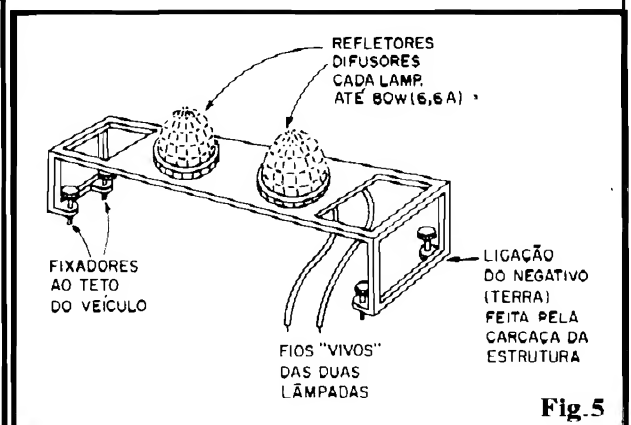

Fig. 5
- FIG. 5 - DETALHES (E/OU SUGESTÕES...) SOBRE A ESTRUTURA EXTERNA DO LAMPEJADOR - O diagrama mostra "como é", ou "como pode ser feita" a estrutura externa do LAMPEJADOR, constando de uma "gaiola" metálica longa e estreita (normalmente construída com perfis de ferro ou alumínio), contendo uma plataforma ao alto, sobre a qual ficam as duas campânulas refletoras/difusoras, contendo as lâmpadas... Nos quatro cantos inferiores da estrutura, arranjos mecânicos de "grampos" e "borboletas" de fixação, se encarregam de mecanicamente "aderir" a "gaiola" ao teto do veículo, via canaletas laterais de escoamento da água pluvial, como é mais comum... Eletricamente, um "polo" de cada uma das duas lâmpadas, é ligado à própria estrutura metálica, "fazendo terra" e recebendo, através dessa conexão mecânica, o necessário retorno da energia/Corrente... O "outro" polo de cada lâmpada é conectado a fios de bom calibre (sempre lembrando que a Corrente é alta...), os quais são levados às Saídas "A" e "B" do circuito (ver figs. 1-3-4...). Observem, ainda, o seguinte: se o método mecânico de fixação da "gaiola" sobre o veículo **não permitir** um bom "aterramento" do conjunto (com o que as lâmpadas ficariam sem o necessário "retorno" de Corrente...), será imprescindível promover essa conexão, via malha metálica nitidamente ligada à dita estrutura e à "massa" do veículo... Lâmpadas realmente poderosas poderão ser controladas (de preferência halógenas, pelo seu elevado rendimento luminoso...). Quanto aos difusores, normalmente são usadas as cores vermelho/azul ou vermelho/âmbar, porém - dependendo da utilização final, e dos regulamentos específicos, nada impede que sejam usados dois iluminadores de idêntica tonalidade (ambos vermelhos, ambos amarelos, etc.).